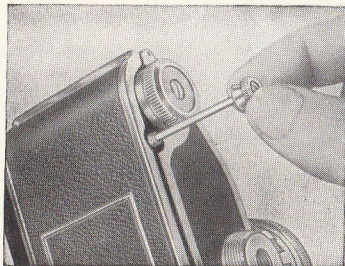

Abb. 41
vom Kameragehäuse weg (etwa 4 cm) (Abb. 41), dann überquert das Messer (34) die Filmbahn und zerschneidet den Filmstreifen. Der Knopf (35) wird danach wieder an das Gehäuse herangeschoben und durch Rechtsdrehen festgeschraubt. Durch zwei Blindaufnahmen wird das Filmende in die Patrone hineingezogen, so daß auch die letzte Aufnahme vor Licht geschützt wird. Die Kamera wird in bekannter Weise geöffnet und die Patrone mit dem belichteten Film entnommen.